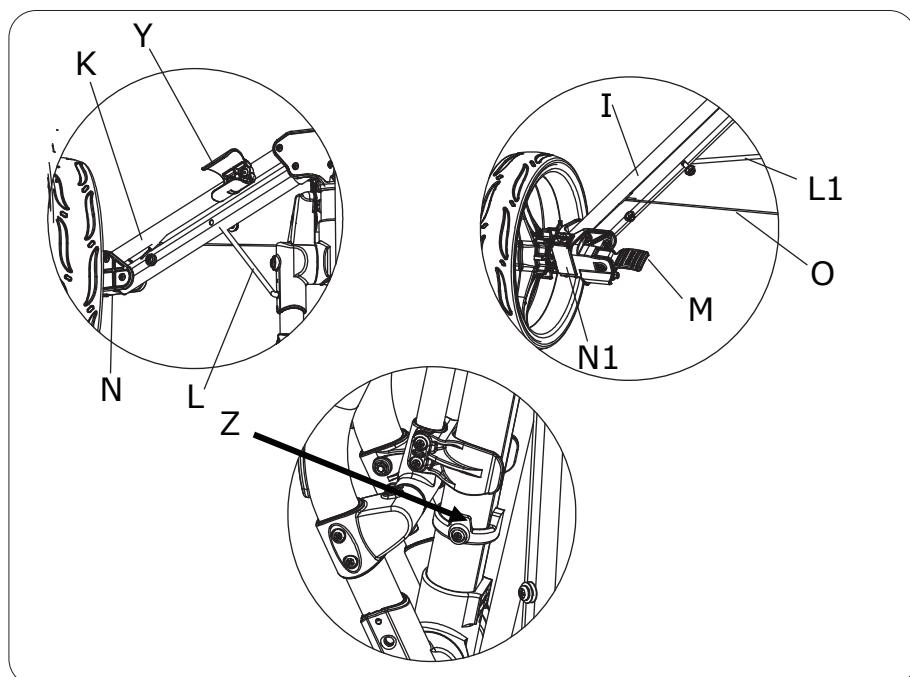

Abb.1
1. Heben Sie die obere Beutelhalterung wie in Abb. 1 gezeigt an.